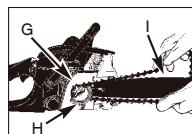

Fig. 3E
- Spingere la catena attorno alla ruota dentata (G) dietro la frizione (H). Assicurarsi che gli elementi tra i denti della ruota siano inseriti. (Fig. 3E)
scanalatura (I) e attorno all'estremità della barra di guida. (Fig. 3E)